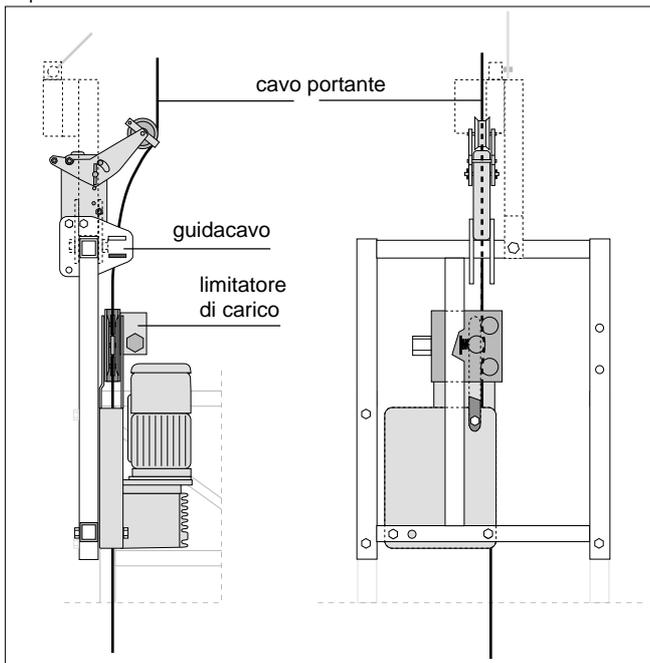

Fig. 1.20
a) . . . sulle testate di estremità (Fig. 1.20)
- Far passare il cavo portante (151) sul rullo montato sulla leva del BLOCSTOP (109) e poi lungo il guidacavo.
- Premere il pulsante SALITA (43) e continuare a spingere il cavo a mano finché uscirà dal foro inferiore dell'argano stesso.